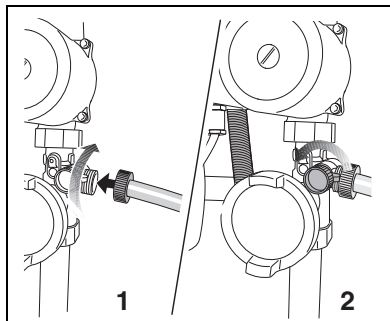

Bild 13 Anslut slangen / öppna påfyllnings- och tappningskranen
- Anslut slangen till påfyllnings- och tömningskranen (bild 13, **pos.** 1).
- Öppna påfyllnings- och tappningskranen (bild 13, **pos.** 2).